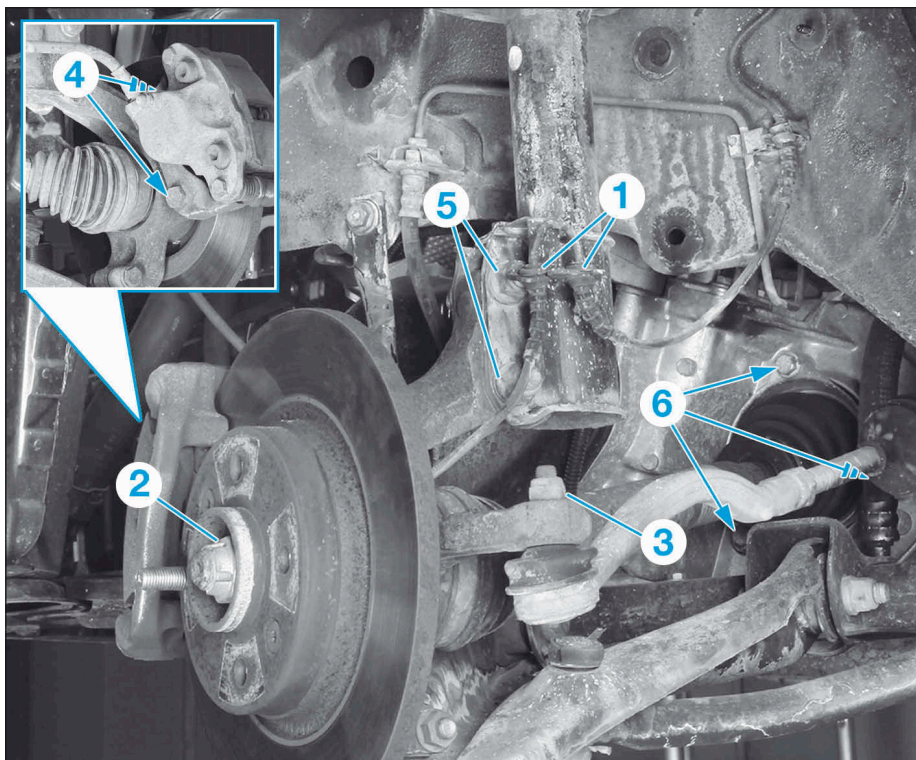

FIG.1
- Débrancher puis dégrafer en (1) le capteur de vitesse de roue avant coté concerné (Fig.1).
- l'écrou transmission (2),
- l'écrou de la rotule de direction (3),
- les 2 vis de fixation (4) du support de l'étrier de frein,
- À l'aide d'un levier approprié désaccoupler la rotule de direction (3).
- Déposer les 2 vis de fixation (5) d'amortisseur sur le pivot.